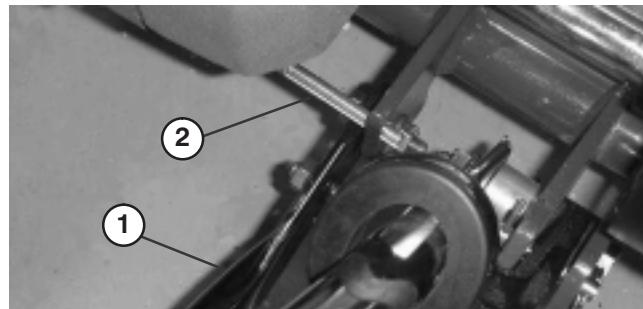

Bild 11
2. Lassen Sie den Ständer ab. Setzen Sie einen Stift oder etwas Äquivalentes mit einem Durchmesser von 6,4 mm in das Chassisloch über dem Ständerbefestigungsbolzen ein (Bild 11).